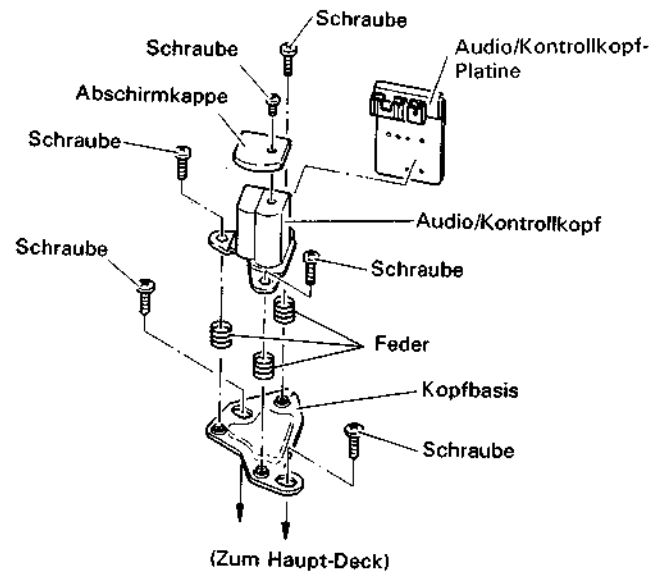

Abb. 1-2-2 Audio/Kontrollkopf
- 4) Die Frontplattenbaugruppe so zusammenbauen, daß die Masseplatte an der Rückseite die Außenseite der Cassettenschacht-Baugruppe wird. (Siehe Abb. 1-2-2)